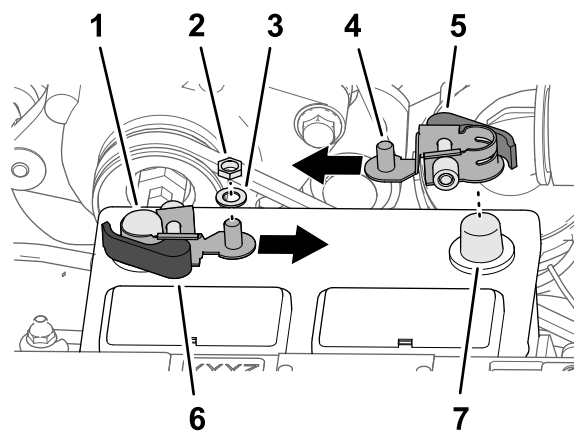

Figura 206
1. Rimuovete i dadi esagonali e le rondelle dai morsetti ad attacco rapido della maniglia nera (Figura 206).
3. Montate il morsetto ad attacco rapido sul polo negativo della batteria con il polo filettato del morsetto allineato verso il centro della batteria, come illustrato nella Figura 206.